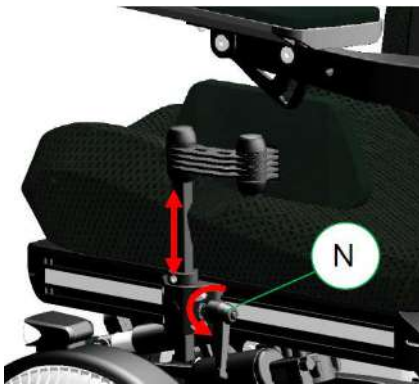

Figura 11-37
- Paso 1: Afloje el pasador (N) y levante el soporte de cadera hasta la altura deseada. (Figura 11-37)